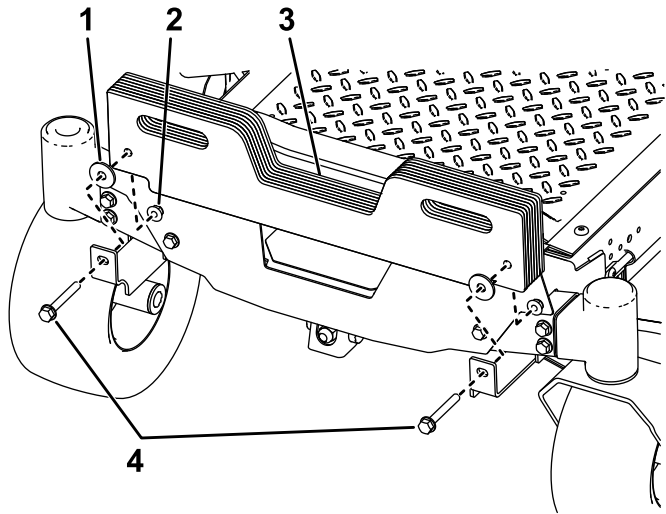

**Figuur 4**
1. Bevestig de gewichtmontagebeugels aan de onderzijde van het frame met behulp van 2 bouten ( $\frac{3}{8}$ " x 1") en 2 borgmoeren ( $\frac{3}{8}$ "), zoals getoond in Figuur 4.